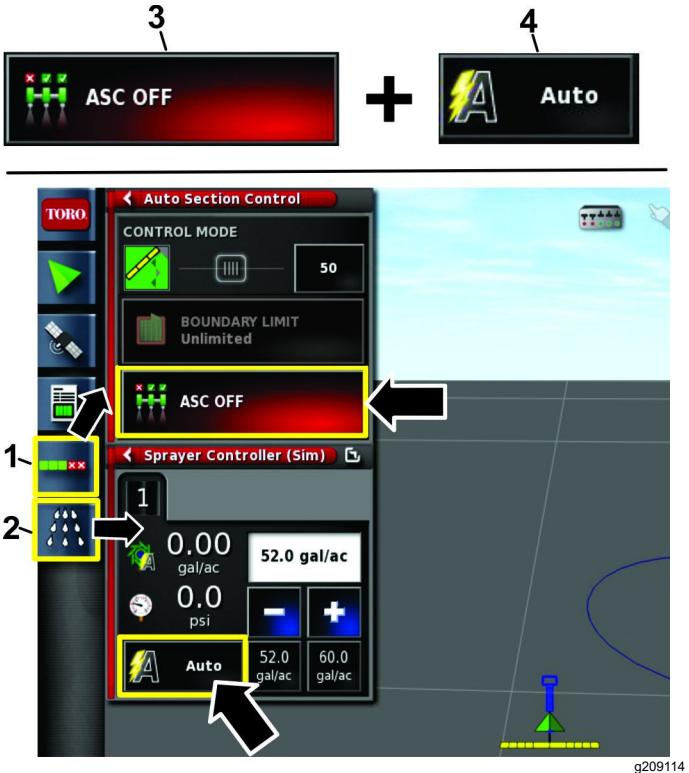

Bild 24
1. Wählen Sie das ASC- und das Sprühsteuergerät-Symbol aus (Bild 24).
2. Bringen Sie das ASC-Symbol in die EIN-Stellung und die Dosierung in die AUTO-Stellung (Bild 24).